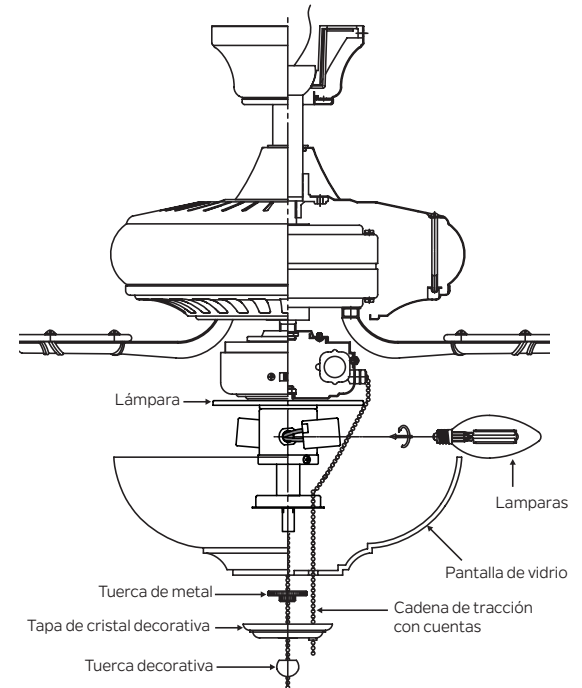

Fig. 19
2. Retire la tuerca decorativa, la tapa de vidrio y la tuerca metálica del vástago de la lámpara. Deslice la cadena de tracción con cuentas en el orificio exterior en la pantalla de vidrio y luego alimente la cadena de tracción con cuentas desde el vástago del accesorio de luz a través del ojal en la pantalla. Ahora coloque la pantalla de vidrio sobre el vástago de la lámpara. Asegure la pantalla con una tuerca de metal (el lado de goma toca la pantalla). (Fig. 19)
4. Conecte dos llaveros de cadena de tracción a cada una de las cadenas de tracción con cuentas. (Fig. 19)